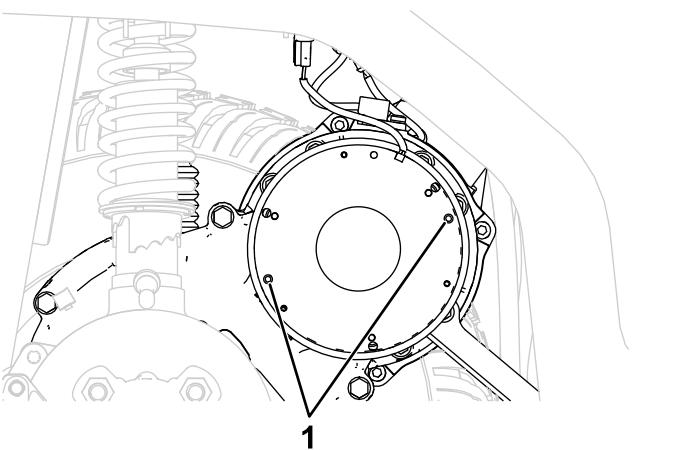

Figure 19
4. Pour desserrer le frein de stationnement, insérez 2 vis (M5-0,8 x 45 mm) dans les trous indiqués à la Figure 19 et serrez-les lentement.